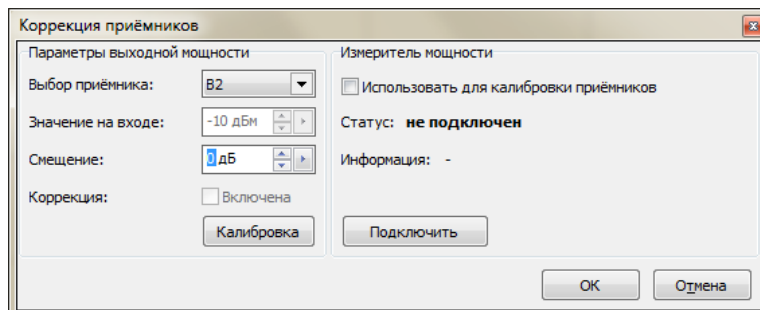

Рисунок 3.36 – Окно «Коррекция приёмников»
- Шаг 2. Выберите пункт меню «Калибровка > Калибровка мощности > Коррекция приёмников». В появившемся окне требуется выбрать калибруемый приёмник (рисунок 3.36) и при необходимости задать смещение, которое